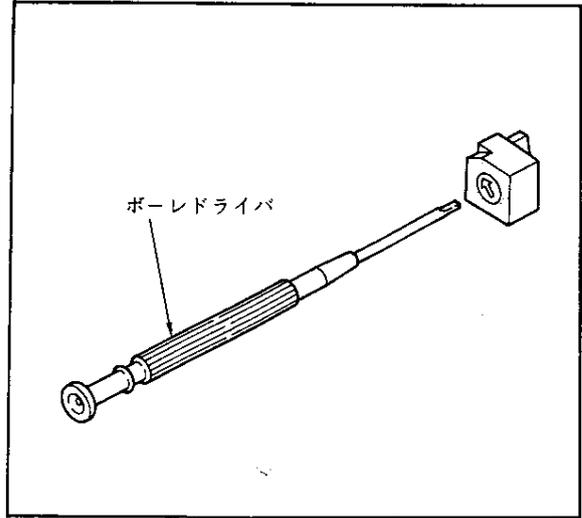

図 6.11
- (3) POWERスイッチをONにします。
(4) 入力を加えて、ゼロ、スパン調整ネジで調整します。調整には、ボールドライバをご使用ください(図6.11)。